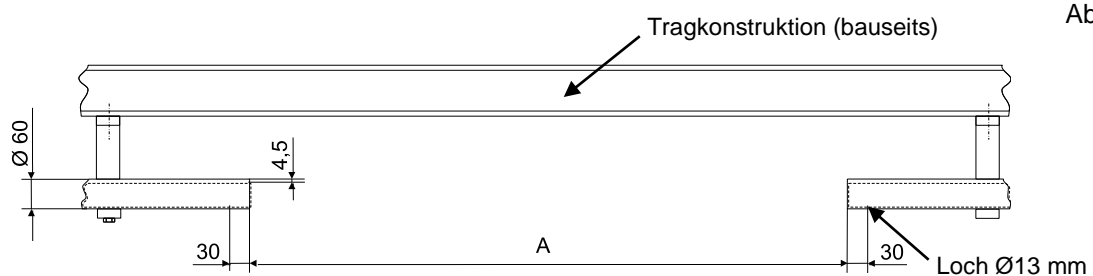

Abb.1
- Position der Wägebrücke festlegen. Rohrbahnausschnitt nach Abb. 1 herstellen. An jedem Rohrbahnde 30 mm von der Rohraußenkante von unten ein 13 mm Loch bohren.